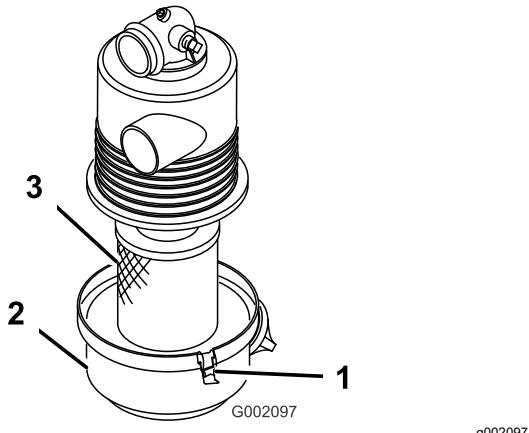

Figure 25
- Desserrez les attaches qui fixent le couvercle sur le boîtier du filtre à air et déposez le couvercle (Figure 25).
4. Sortez avec précaution l'élément filtrant (Figure 25) du boîtier du filtre à air.